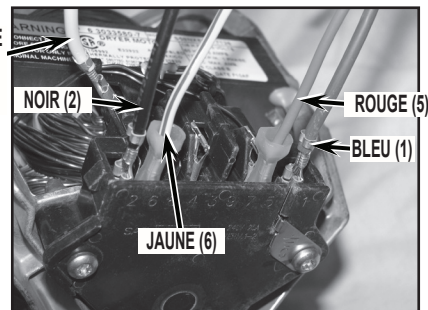

FIGURE 4
- Consulter la *Figure 4* et le tableau ci-dessous pour installer correctement le moteur de rechange.